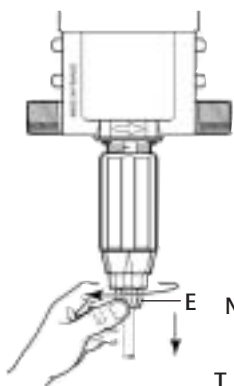
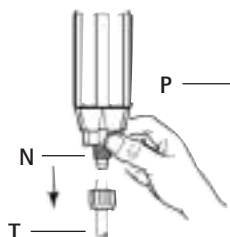

Fig. 15
Fig. 16
- Desenroscar la tuerca (Fig. 15-E) y retirar el tubo de aspiración (Fig. 16-T).
- Desenroscar y retirar la tuerca (Fig. 16-N).